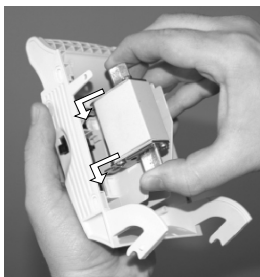

Figura 17
- Coloque o elo-fusível em um porta-fusível (Figura 17);